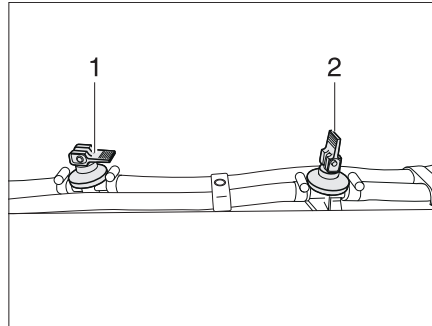

Fig. 347 Rubinetto di scarico
- Aprire tutti i rubinetti di scarico. A questo scopo posizionare verticalmente la leva a bilanciere (in Fig. 347,2).